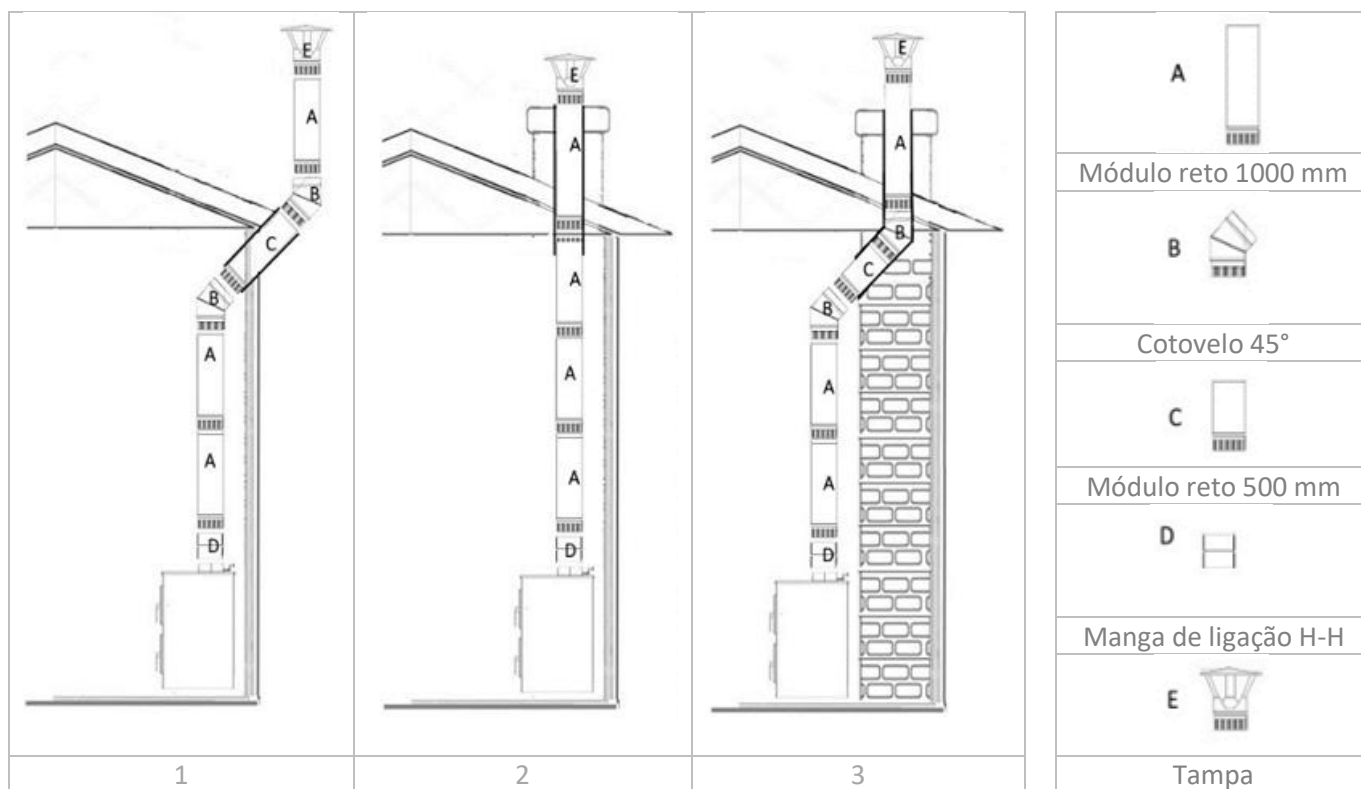

Figura 2
- 3. SECÇÃO VERTICAL (A).** O comprimento total do tubo vertical necessário para atingir o telhado para a tiragem natural (depressão dos gases de combustão) pode variar de instalação para instalação, dependendo de vários fatores, mas geralmente varia de aproximadamente 4 m a 6 m. No entanto, o desempenho ideal é garantido com um vácuo mínimo de aproximadamente  $\pm 15$  Pa (pascal).
- 4. COTOVELOS (B).** Caso sejam necessárias curvas (ver desenhos 1 e 2 na Figura 2), os ductos serão ligados através de cotovelos. Estes podem ter até  $45^\circ$  e não devem ser estreitados. Deve-se ainda considerar o seguinte:
- 5. SECÇÃO HORIZONTAL (C).** A conduta de ligação ou secção horizontal da chaminé deve ser concebida com o menor comprimento possível, evitando ao máximo mudanças de direção e de secção. Para tal, deve-se ter em consideração o seguinte:
- 6. MANGA DE UNIÃO (D).** Para a ligação correta da conduta vertical ao colar de saída de fumos m (macho) do fogão, é necessária uma tomada h/h (fêmea/fêmea) de modo a que a extremidade m (macho da conduta vertical) fique virada para baixo).
- 7. TAMPA DE CHAMINÉ (E).** Para uma evacuação adequada do fumo e para evitar as influências do vento, são necessárias determinadas distâncias mínimas da tampa da chaminé. Veja a figura seguinte: